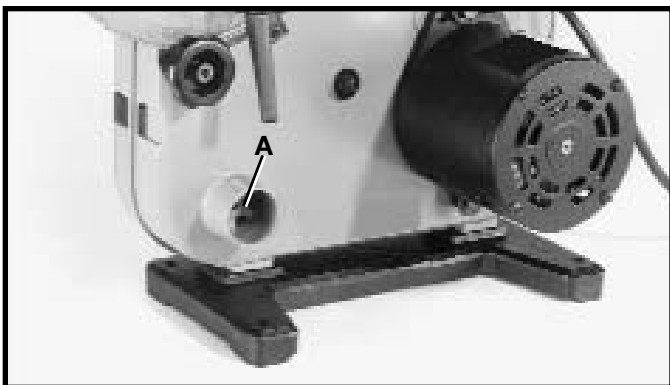

Fig. 37
Se suministra un conducto de polvo integral (A) Fig. 37 que viene equipado con una abertura de 1-1/2 pulg. I.D. que permite su conexión fácil a un sistema de recolección de polvo.